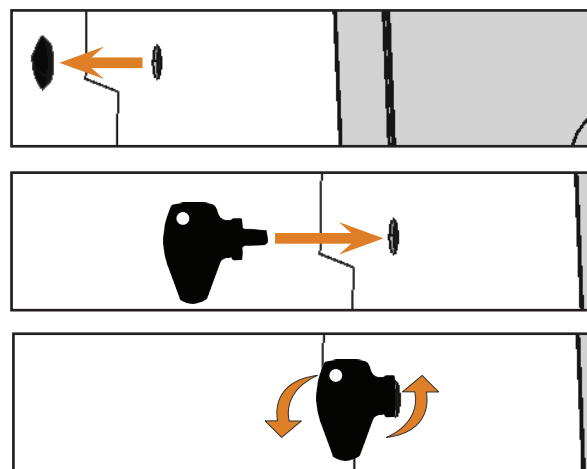

FIG. 24: UTILIZZO DELLA CHIAVE DI SBLOCCAGGIO D'EMERGENZA
- M2. Rimuovere la calotta dall'apertura per lo sbloccaggio d'emergenza sul lato sinistro della macchina (☞ Fig. 24, in alto).
- M3. Introdurre la chiave di sbloccaggio d'emergenza dello sportello del vano di lavoro nell'apertura sul lato sinistro della macchina (☞ Fig. 24, al centro).
- M4. Disattivare il bloccaggio di sicurezza dello sportello del vano di lavoro, ruotando la chiave di 90° in senso antiorario (☞ Fig. 24, in basso).
- M7. Riattivare il bloccaggio di sicurezza dello sportello del vano di lavoro ruotando la chiave di sbloccaggio d'emergenza di 90° in senso orario (☞ Fig. 24, in basso).